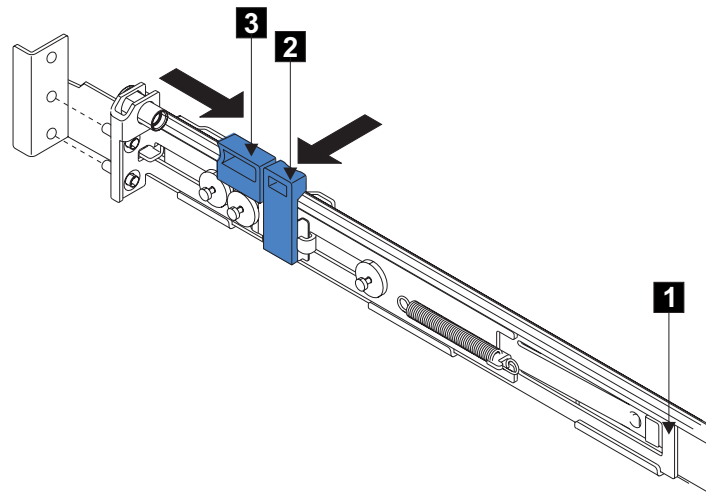

図 35. 後部のラッチ・ロック・キャリア・アセンブリーを開く
5. 後方のレール・ブラケット **1** (図 35) を、止まるまでレールの前面に向かって押します。これで、レールはその一番短い長さに調整されます。